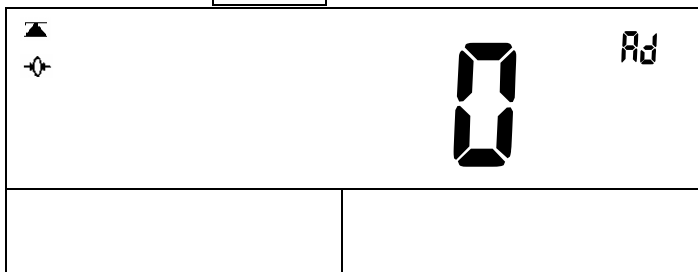

图 51
- a. 在计重状态下按**单重预设**键，显示如图 51：